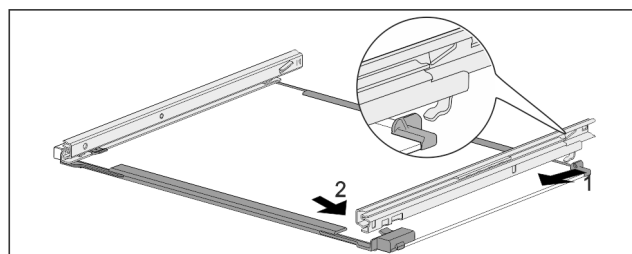

Fig. 234 Tablette en verre avec rails
- Accrocher le rail à l'arrière. Fig. 234 (1)
- Accrocher le rail à l'avant. Fig. 234 (2)